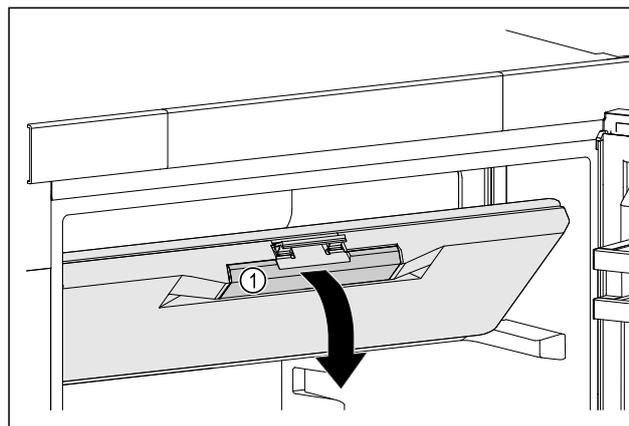

Fig. 48
- ▶ Primitite vrata pretinca za zamrzavanje na udubljenju kao rukohvatu Fig. 48 (1).